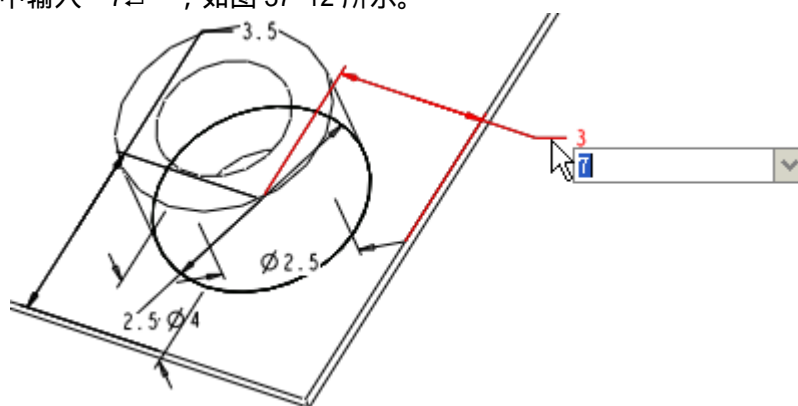

图 37-12
- (3) 在特征操控板中，激活第二方向的阵列尺寸，在模型中选择尺寸“3”，在弹出的文本框中输入“7.1”，如图 37-12 所示。